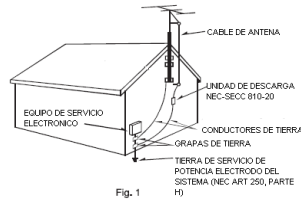

Fig. 1
1. Presione y deslice para afuera el contenedor de la batería (Fig. 1)